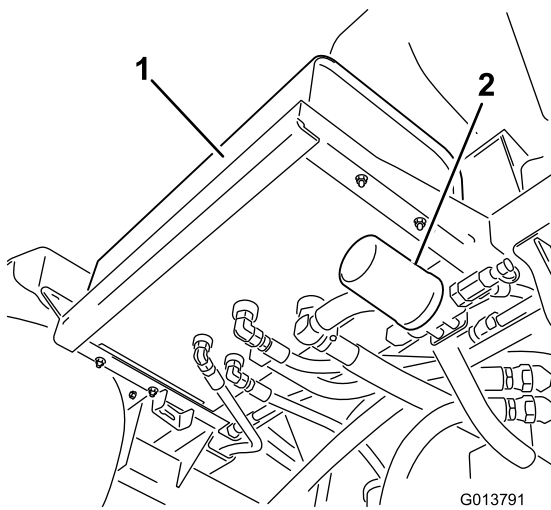
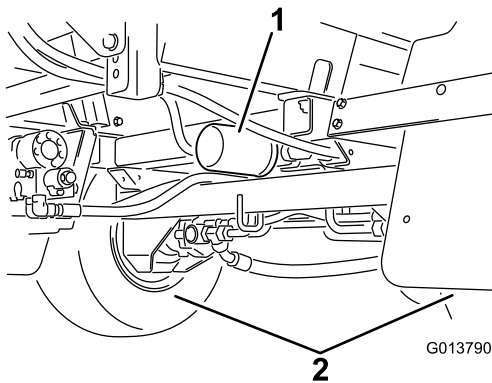

Figura 92
Figura 93
2. Individuate i 2 filtri idraulici sulla macchina (Figura 92 e Figura 93).